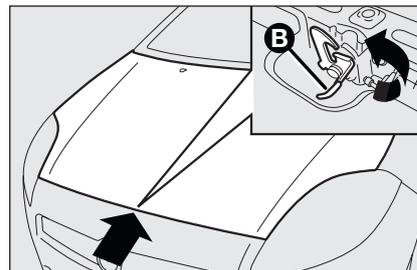

fig. 97
- tire de la palanca **B**-fig. 97 y levante el capó.